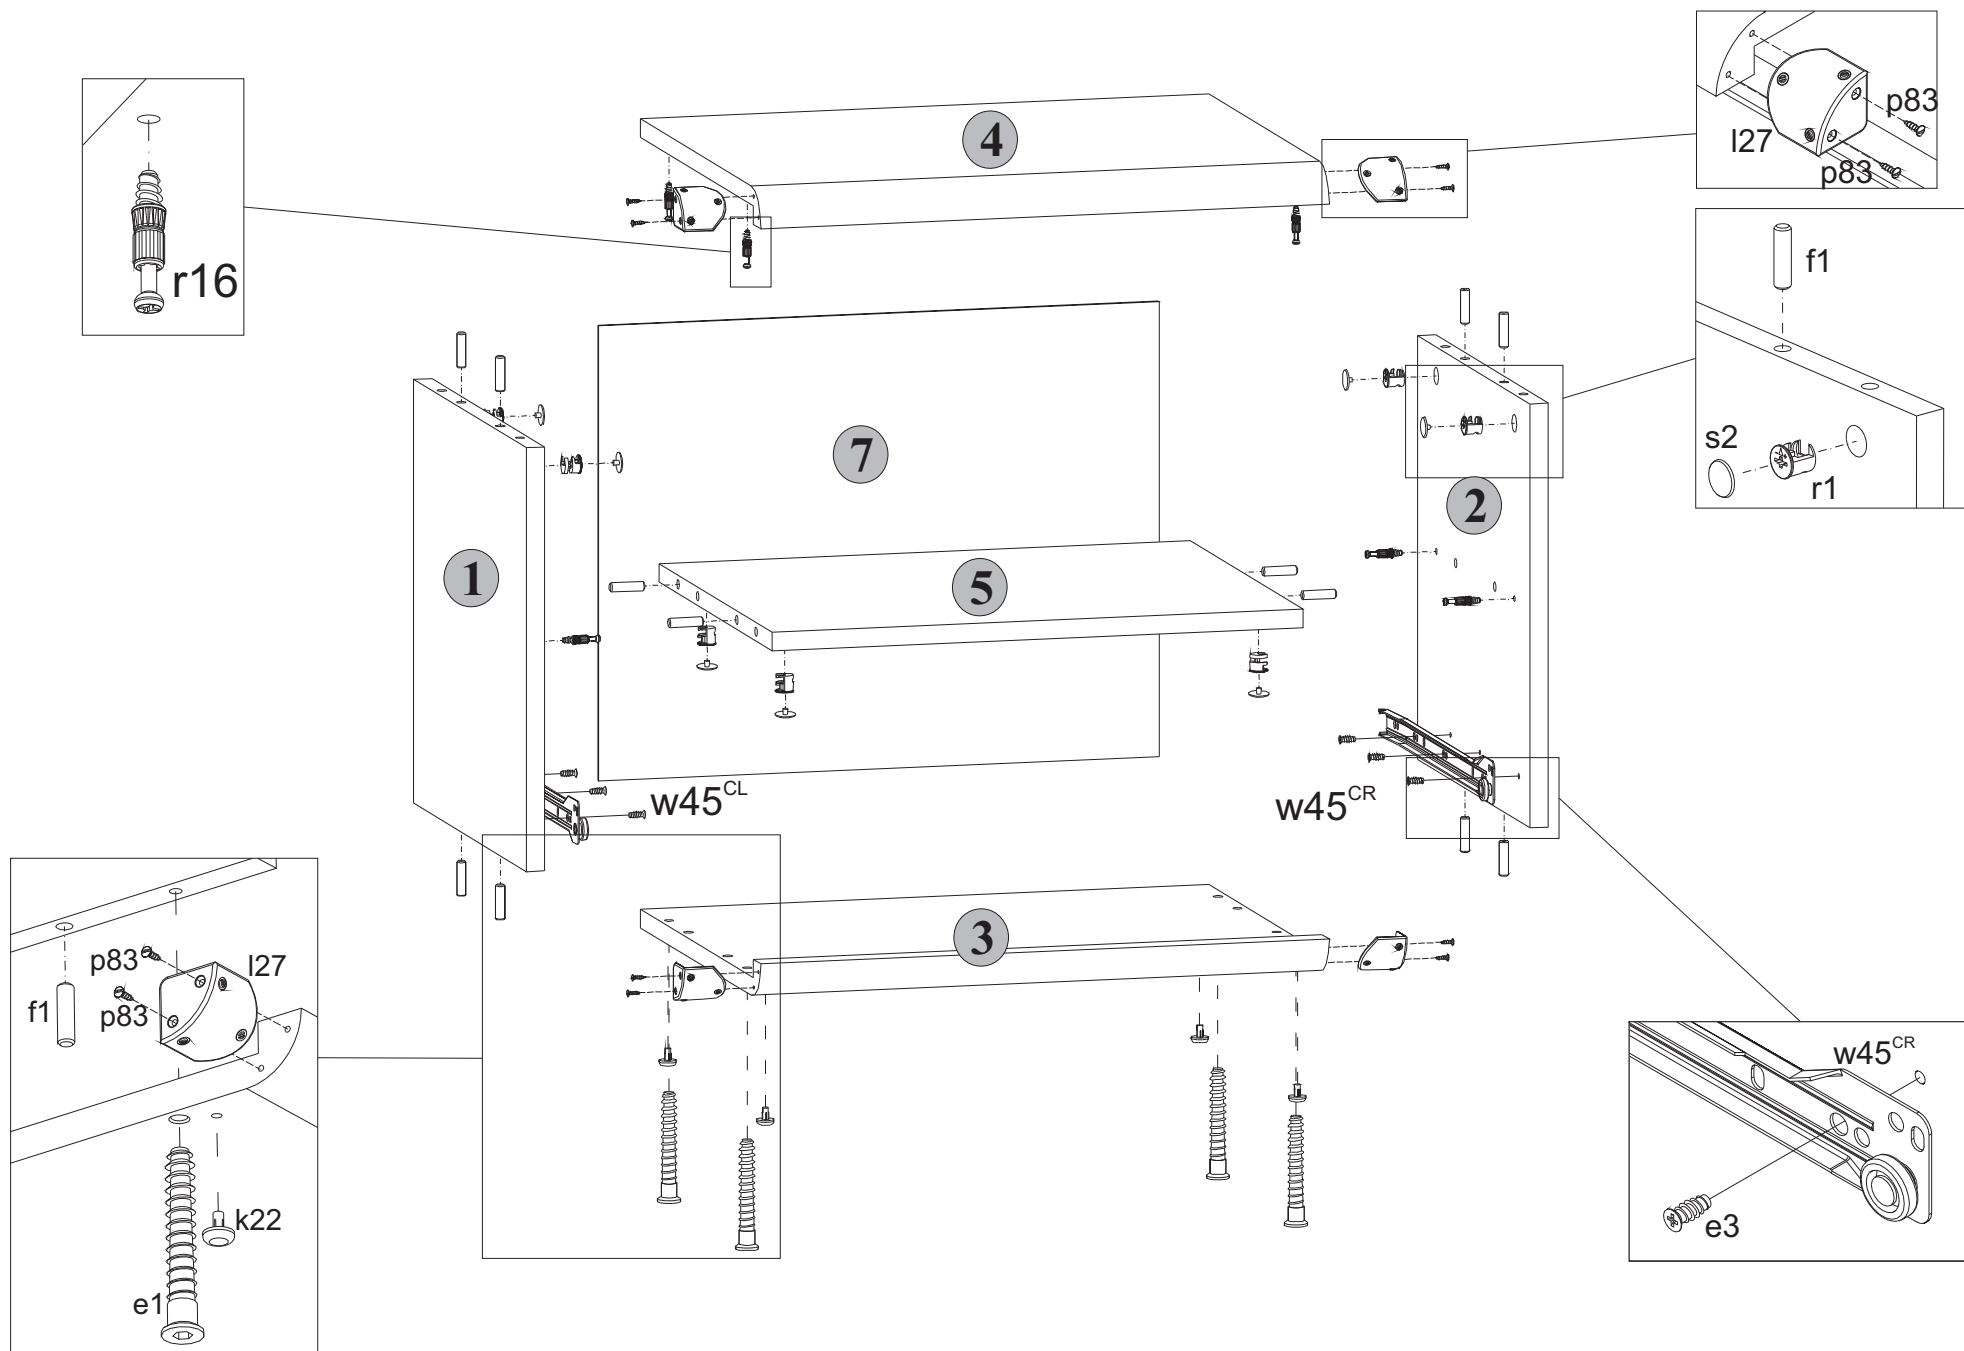

Рис. 2
отверткой (см.рис. 2).
5.6 В отверстия диаметром **4,5 мм** на нижней поверхности щита нижнего **3** вставить опоры полимерные **k22** (подпятники) (см.рис. 2).
5.9 К стенкам боковым **1 и 2** присоединить щит нижний **3** и стянуть еврошурупами **e1**, пользуясь специальным ключом **z1** из комплекта фурнитуры (см.рис. 2).
5.2 В отверстия диаметром **8 мм** на верхних и нижних кромках стенок боковых **1 и 2**, а также на боковых кромках полки соединительной **5** вбить деревянные шканты **f1** (см.рис. 2).
5.4 На внутренних поверхностях стенок боковых **1 и 2**, а также на нижней поверхности полки соединительной **5** в отверстия диаметром **15 мм** вставить стяжки эксцентриковые **r1** (см.рис. 2).